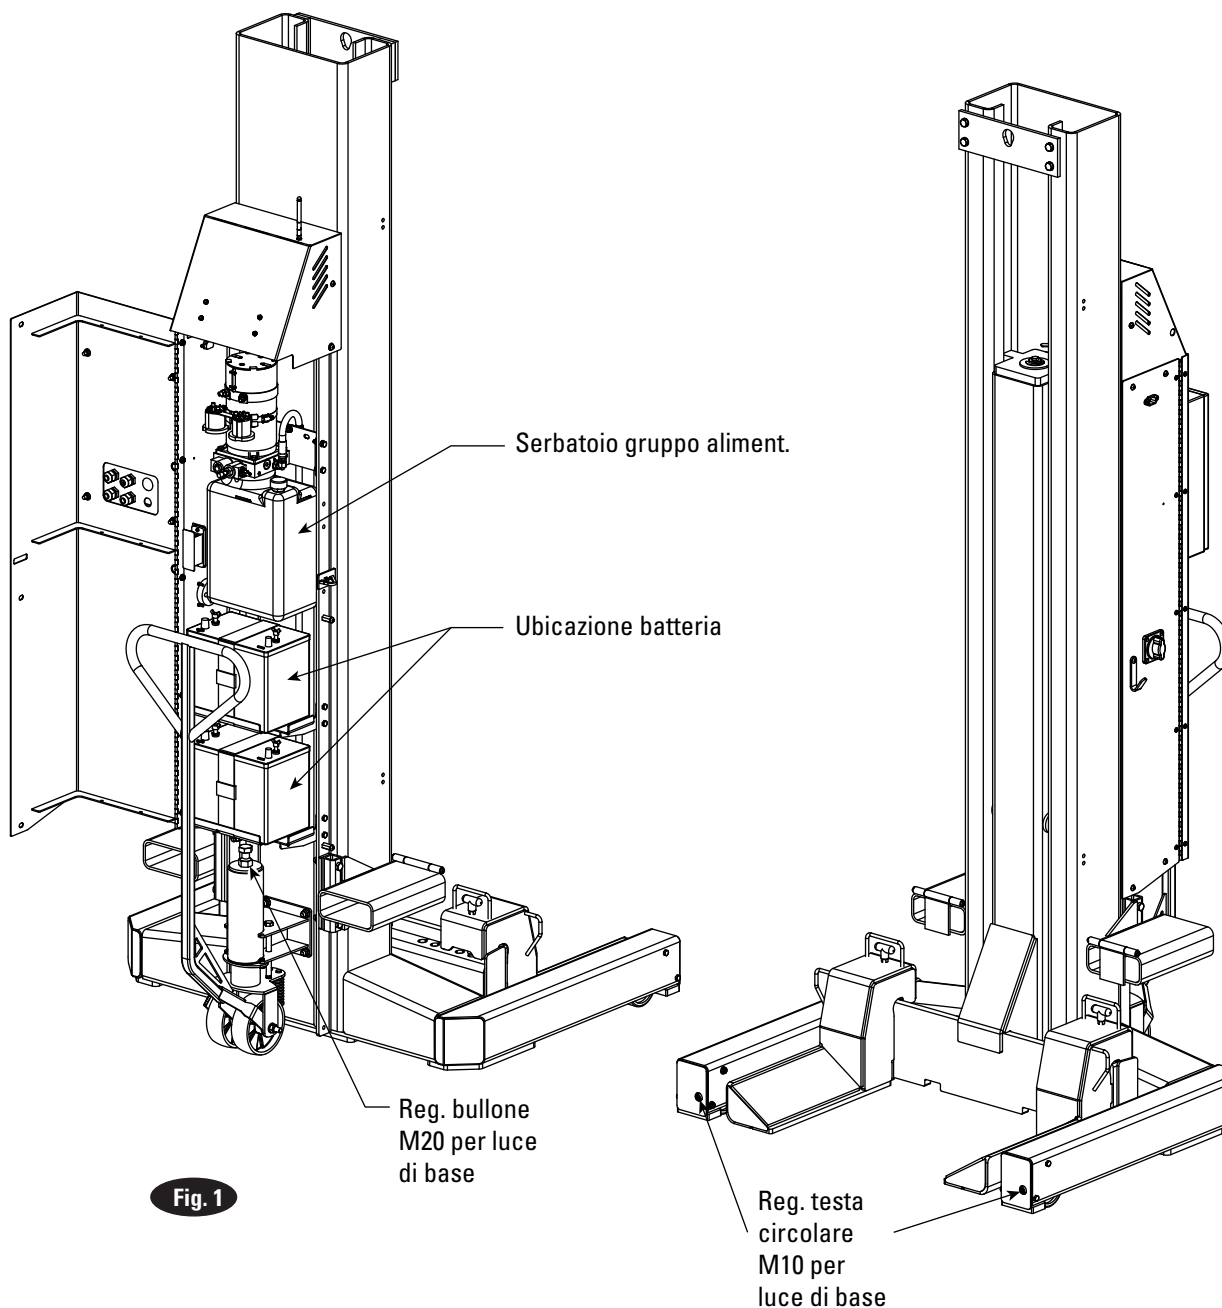

Fig. 1
5. Collegare due batterie nel punto indicato (fig. 1). È possibile utilizzare batterie diverse rispondenti alle specifiche sottoriportate, ma le prestazioni variano.
Dopo aver installato le batterie e aver aggiunto l'olio, avvitare il bullone M20 e i bulloni a testa cilindrica M10 in senso orario sul martinetto ruote e la parte anteriore della sovrastruttura per regolare la luce di base della colonna scarica, Fig. 1. La luce di base dipende da quanto vengono avvitati i bulloni. Quando la colonna è caricata, scende automaticamente a terra.